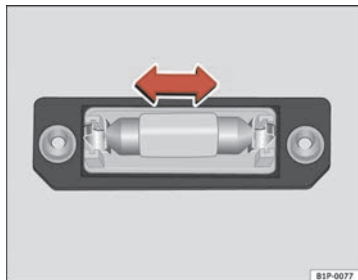

Abb. 242 Kennzeichen-
- Nehmen Sie die Glühlampe in Pfeilrichtung heraus ⇒ Abb. 242.